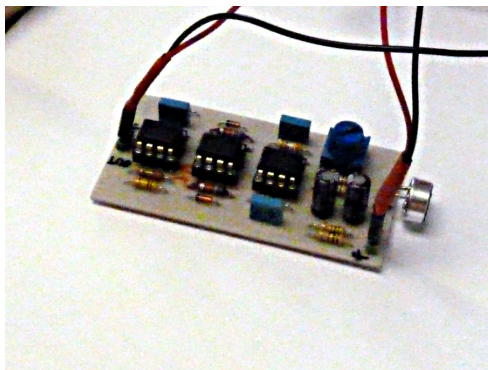

Figura 2: Aspecte de la placa desmoduladora del senyal morse.
El circuit desmodulador que usarem correspon al que vàreu dissenyar en la pràctica [Fon12]. Per no haver de treballar de forma precària teniu un circuit exactament igual al que vàreu dissenyar soldat sobre una placa impresa (vegeu la figura 2). Aquest circuit cal alimentar-lo de la font d'alimentació del propi Arduino i ens ofereix una sortida digital que indica si el circuit detecta senyal (1) o silenci (0).